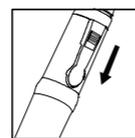

fig.1
1. Mettez l'appareil en marche (ou arrêtez-le) en poussant le bouton vers le bas (ou vers le haut) tel qu'illustré sur la **fig. 1** ;